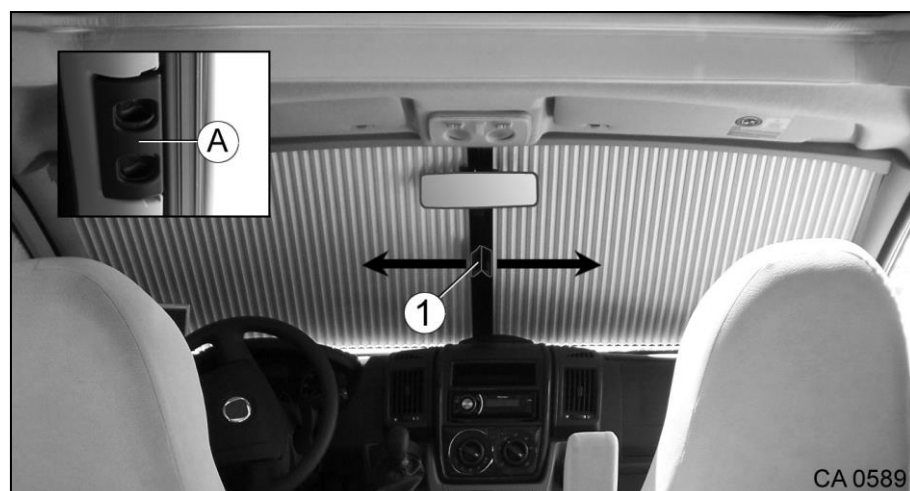

Fig. 76 Store occultant plissé de pare-brise
1. Guider le store occultant avec la poignée (Fig. 76/1) en direction de la flèche (←/→) jusqu'à ce que la poignée encliquette.
1. Avec les deux doigts, saisir dans les creux de la poignée (Fig. 76/A) et appuyer sur les verrouillages.
2. Guider le store occultant avec la poignée (Fig. 76/1) en direction de la flèche (←/→) et le fermer.